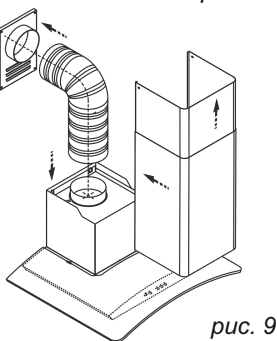

рис. 9
6.4 В зависимости от режима эксплуатации кухонной вытяжки соедините вентилятор с вентиляционной решеткой полужестким гофрированным воздуховодом (рис. 9) или установите на вентилятор угольные фильтры, если они предусмотрены (см.табл. 1). Угольные фильтры устанавливаются на защитные решетки корпуса вентилятора (рис. 10, 10 А).
- будьте осторожны при установке фальштруб (рис. 9), не повредите поверхности из нержавеющей стали. Их легко поцарапать.